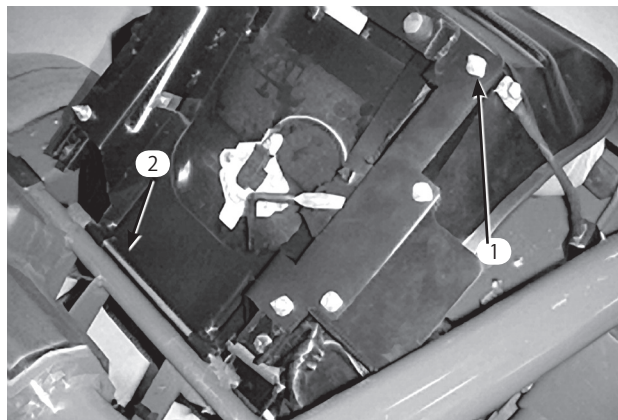

図4
1. 座席の右後ろにある調整ネジについているロックナット (図4) とブラケット (出荷用) を外して破棄する。下の写真ではブラケットは写っていない。
2. 座席は (出荷用の位置に) 固定されているので、まず、ピボット・ロッドのコッター・ピンを抜いてピボット・ロッドを外す。このコッター・ピンは破棄する。(図4)。